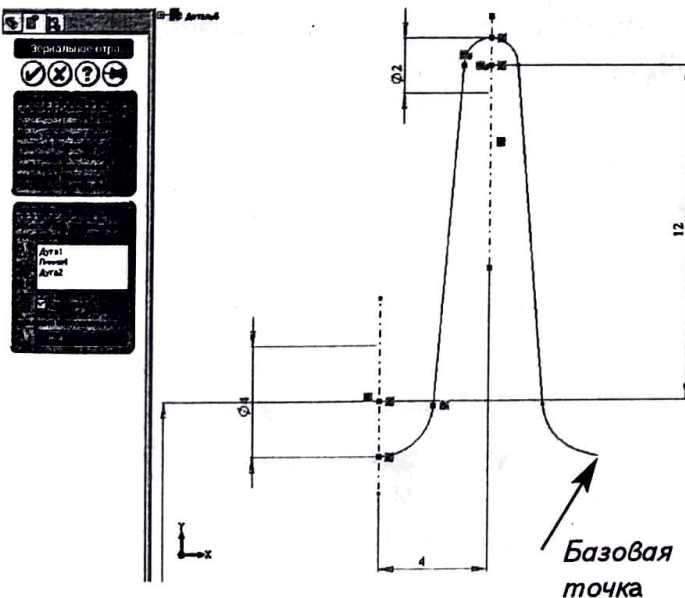

Рис. 20
9. Зеркально отразите элемент, созданный в пункте 8 (рис. 20), используя клавишу .
- выделите все элементы волны гофра (рис. 20),